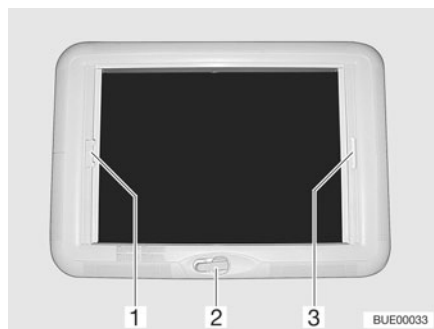

Fig. 67 Lanterneau à manivelle
- Tourner la manivelle (Fig. 67,2) jusqu'à ressentir une résistance (angle d'ouverture max. 70°).
- Tirer la poignée du dispositif occultant plissé (Fig. 67,3) et le relâcher lorsqu'il a atteint la position voulue. Le dispositif occultant plissé reste alors à cette position.
- Tirer sur la poignée (Fig. 67,1) de la moustiquaire jusqu'à toucher la poignée du dispositif occultant plissé (Fig. 67,3) située vis-à-vis et la faire s'enclencher.
- Appuyer sur la poignée de la moustiquaire (Fig. 67,1) vers l'arrière et le haut et décrocher la moustiquaire du dispositif occultant plissé (Fig. 67,3).